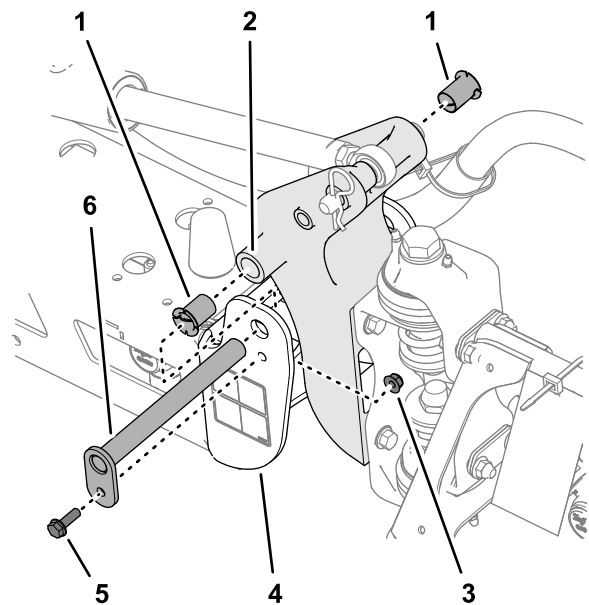

Figura 108
3. Îndepărtați urubul i piulia care fixează fusul de basculare i îndepărtați fusul (Figura 108).
5. Îndepărtați i verificați bucele din nailon de la părțile din față i din spate ale suportului pivotant (Figura 108).
6. Lubrifiați bucele din nailon cu o cantitate redusă de ulei i instalați bucele în suportul pivotant (Figura 108).
7. Aliniați orificiile din suportul pivotant cu orificiile din canalul de capăt (Figura 108).